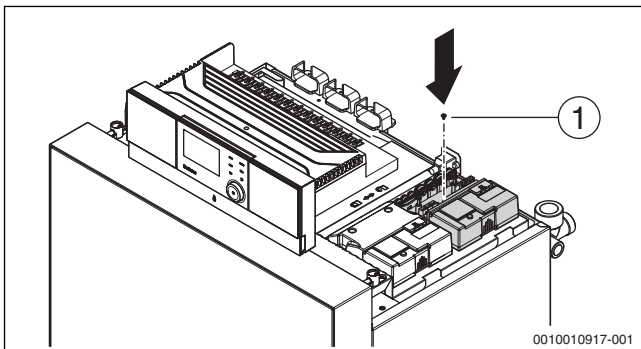

Bild 34 Funktionsmodul verschrauben
- ▶ Funktionsmodul mit Modulträger verschrauben (→Bild 34).